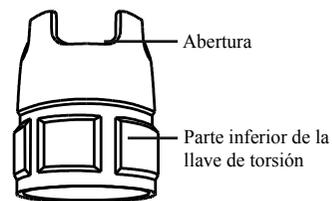

Ilustración 3
a) Breve introducción y ejemplo (vea la Ilustración 3)